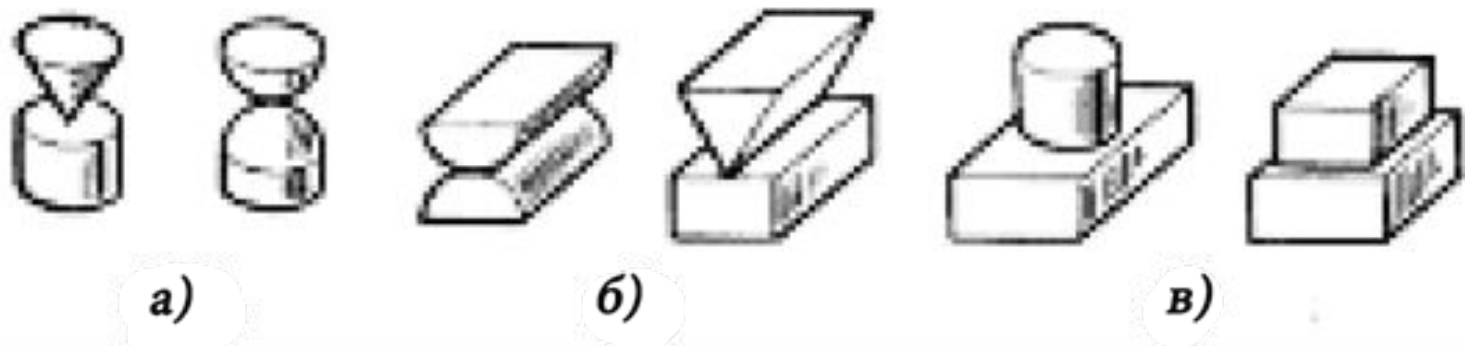

Рис.2. Основні типи контактів
2). Лінійні, коли контакт або дотик між струмоведучими частинами виконується по одній лінії. В цьому випадку можна утворити велику ступінь натиску. Ці контакти виконуються таким чином, щоб циліндр під час контакту переміщається по площині і окисли стираються. Для таких контактів використовується мідь. Лінійні контакти (рис.2, б) мають вигляд двох циліндричних поверхонь або призми і площини, що стикаються по лінії. Вони призначені для середніх і великих струмів.